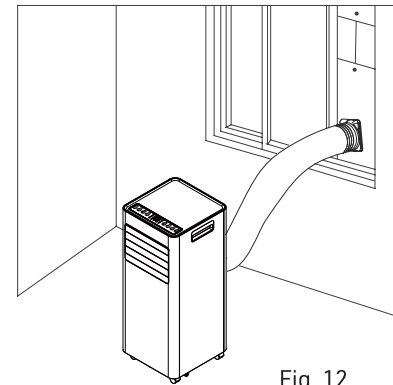

Fig. 12
- 2.) Insérez le tuyau d'évacuation d'air dans la plaque d'étanchéité pour fenêtre, réglez la largeur d'ouverture de la fenêtre afin qu'elle s'adapte correctement à la plaque ; la plaque d'étanchéité est réglable en longueur. (comme indiqué à la Fig. 12 et la Fig. 13)